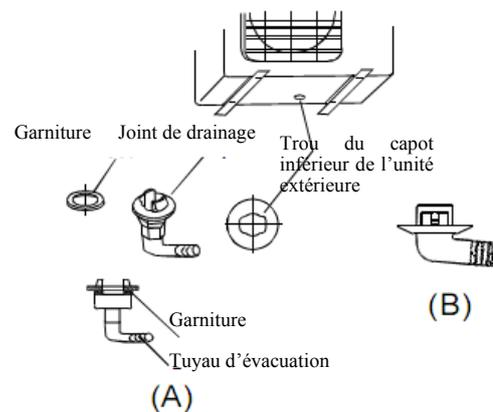

Fig. 15
Pour le joint de drainage avec garniture (Fig.15 (A)), fixez la garniture dans le coude du drainage puis insérez le joint dans l'ouverture ménagée dans le capot inférieur de l'unité extérieure. Faites tourner à 90° pour assembler les éléments de manière sécurisée. Pour installer le joint de drainage comme indiqué dans la Fig.15(B), insérez le joint l'ouverture ménagée dans le capot inférieur de l'unité extérieure jusqu'à entendre un clic. Raccordez le joint de drainage à l'extension du flexible de drainage (non livrée) afin que l'eau condensée qui se dégage lorsque le climatiseur fonctionne en mode chauffage puisse s'évacuer.